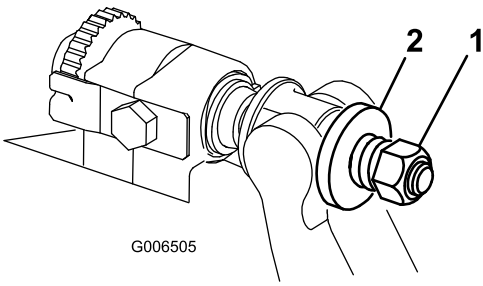

图32
4. 旋紧弹簧加压螺母直到弹簧完全压缩然后往回松开 1/2 圈 图32。